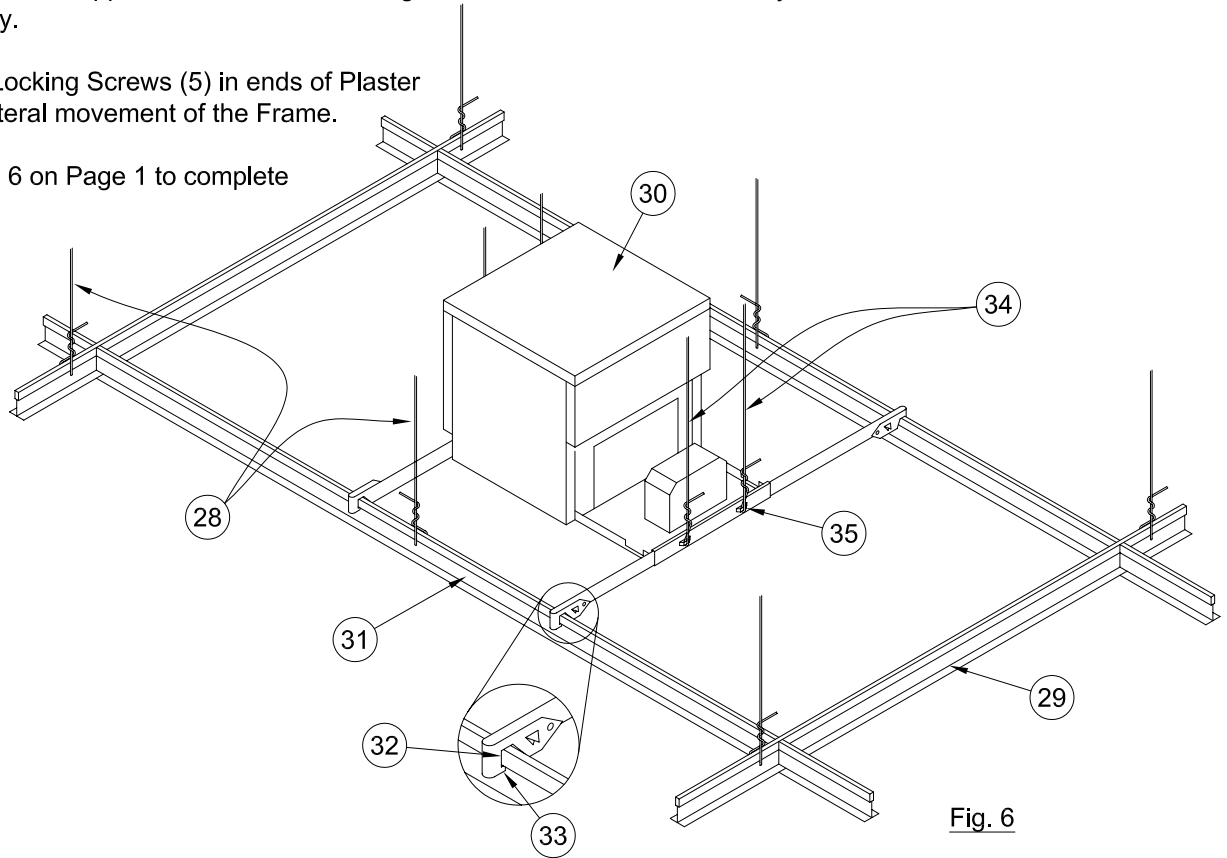
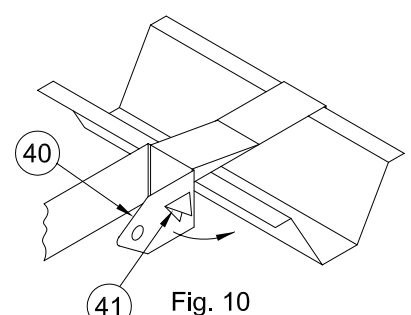

Fig. 6
Fig. 10
3. Once all Brackets are in place bend Hanger Bar End (40) around to secure Brackets to the Channels as shown in Figure 10. **NOTE:** Nailor Tab (41) should lodge under edge of Furring Channel.
4. Tighten bar hanger Locking Screws (5) in ends of Plaster Frame (2) to prevent lateral movement of the Frame.
5. Install two No. 12 SWG Galv. Steel Hanger Wires (34) secured to each end of Luminaire (30) plaster frame at Lanced Openings (35) in hanger bar support channels. Steel Hanger Wires to be installed vertically and secured to structural members of floor or roof assembly. (See Fig. 6)
3. Cuando todos los soportes estén en lugar, doble las extremidades de la barra de suspensión (40) para sujetar los soportes a los rieles como se muestra en la Fig. 10. **NOTA:** La lengüeta en forma de clavo (41) se debe colocar debajo del borde del travesaño.
4. Ajuste los tornillos de seguridad de la barra de suspensión (5) en las extremidades del armazón enyesado (2) para evitar algún movimiento lateral del armazón.
5. Instale dos alambres de suspensión de acero galvanizado no. 12 SWG (34) a cada extremidad del armazón enyesado del aparato de luz (30) en las ranuras (35) de los rieles de la barra de suspensión de soporte. Los alambres de suspensión de acero deben ser instalados verticalmente y sujetos a la estructura del piso o del techo. (Vea Fig. 6).
3. Quand tous les supports sont installés, appuyez sur l'extrémité de la barre de suspension (40) pour fixer les supports aux rails conformément à Fig. 10. **REMARQUE:** La languette à clouer (41) doit rester au-dessous du bord de la lambourde.
4. Serrez les écrous de blocage des barres de suspension (5) aux bouts du cadre en plâtre (2) pour empêcher quelque mouvement latéral du cadre.
5. Installez deux fils suspension en acier galvanisé no. 12 SWG (34) fixés à chaque bout du cadre en plâtre du dispositif d'éclairage (30) et dans les rainures (35) des rails des barres de suspension de support. Les fils suspension en acier doivent être installés verticalement et fixés à la construction solide du plancher ou du toit. (Voir Fig. 6).